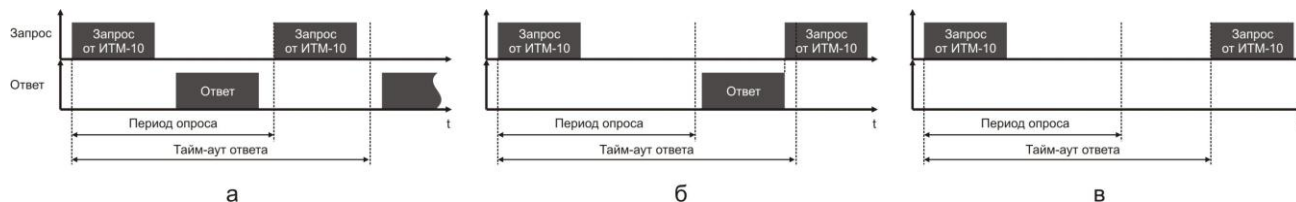

Рисунок 7.2 - Временные диаграммы приема-передачи данных ИМТ-10 в режиме MASTER
- В *параметрах 05, 06* задаются период опроса и тайм-аут ответа соответственно. Период опроса задается в пределах 10-10000мс. При нормальной работе за время этого периода прибор должен успеть передать запрос и принять ответ (рис.7.2.а). По истечении времени периода идет следующий запрос. Таким образом, каждый период ИТМ-10 будет получать данные от запрашиваемого прибора. Если же за время периода опроса ответ не приходит, посылка следующего запроса ожидается до истечения времени тайм-аута ответа. Если ответ придет до окончания тайм-аута, то сразу после его получения будет отправлен следующий запрос (рис.7.2.б). Если ответа не будет до окончания таймаута, тогда будет следующий запрос (7.2.в), и при этом светодиод **Инт** будет гореть до момента получения ответа. После пяти тайм-аутов с неполученным ответом на дисплее будет выведено сообщение об ошибке: